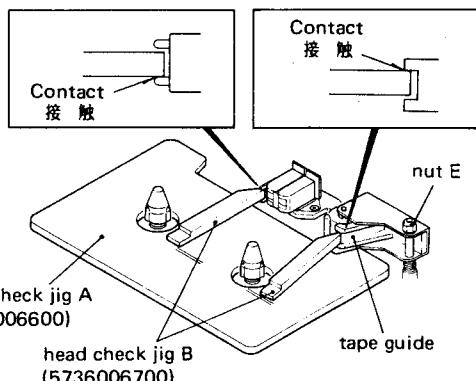
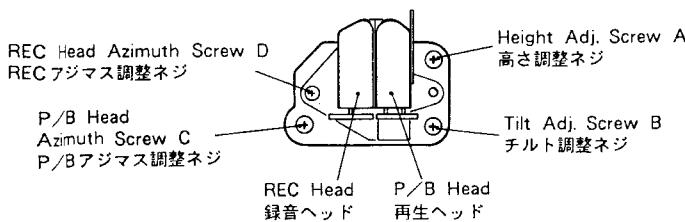
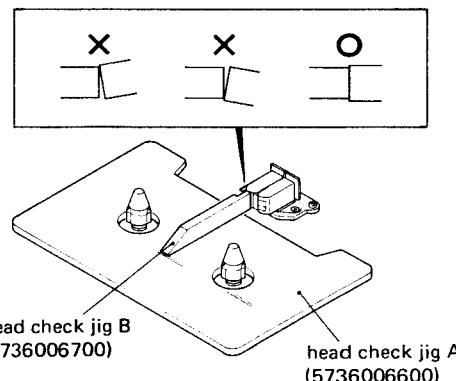

Fig. 4-4
Fig. 4-6
Fig. 4-5
2. Fit jig B on the tape guide of the record/playback head as shown in Fig. 4-5, then align the height with screw (A) as shown in Fig. 4-6.
3. Fit jig B to the head as shown in Fig. 4-5 to check its tilt and align it using screws (B) and (C) shown in Fig. 4-6. Then align the height again with screw (A).
5. Fit jig B to the tape guide of the left pinch roller and align the height with nut (E). (The standard height is above the tape guide.)
6. Play test tape MTT-902, and adjust nut (E) so that the lower edge of the tape guide of the record/playback head is in contact with the tape edge, but the tape is not curled.
7. Adjust the azimuth of the playback head with screw (C) shown in Fig. 4-6 according to item 5-3 (on page 15). If the screw is rotated by half a turn or more, turn screws (A) and (B) by the same amount then align again from item 6 to correct the height of the tape guide of the record/playback head.
8. Adjust the azimuth of the record head with screw (D) shown in Fig. 4-6 according to item 5-5. (Refer to page 18.) Screw (D) should not be turned more than half a turn.
注 1. 録・再ヘッドを交換したときは、Fig. 4-6 のネジ (A), (B), (C) が止まるまで締め、その位置からそれぞれのネジを 1.5 回転ゆるめた状態で調整を始めること。
注 2. 消去ヘッドを交換したときは、Fig. 4-6' のように取付ける。
2. Fig. 4-4 のように録・再ヘッドのテープ・ガイドに治具 B を当て、Fig. 4-6 のネジ (A) で高さを調整する。
3. Fig. 4-5 のように治具 B をヘッドに当ててチルトを確認し、Fig. 4-6 のネジ (B), (C) で調整した後、再度ネジ (A) で高さを調整する。
5. 左ピンチ・ローラのテープ・ガイドに治具 B を当て、ナット (E) で高さを調整する。（高さの基準はテープ・ガイドの上側とする）。
6. テスト・テープ MTT-902 を走行させ、録・再ヘッドのテープガイドの下側がカールしない程度に当たるようナット (E) を調整する。